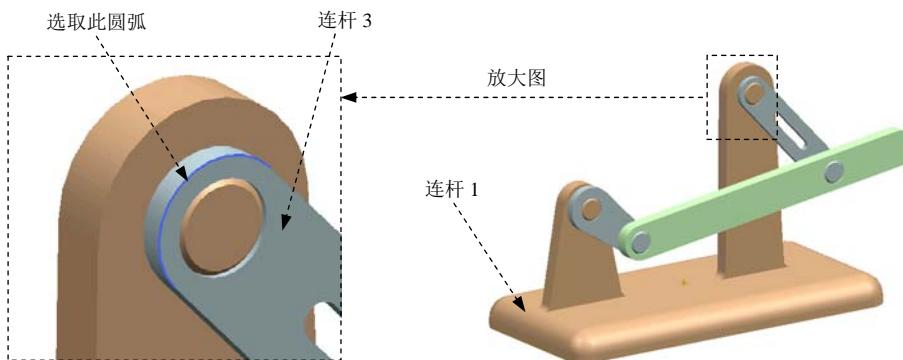

图 2.5.3 定义旋转副
- (1) 选择命令。选择下拉菜单 **插入(S)** → **运动副(I)...** 命令，系统弹出“运动副”对话框。
- (2) 定义运动副类型。在“运动副”对话框 **定义** 选项卡的 **类型** 下拉列表中选择 **旋转副** 选项。
- (3) 定义参考连杆。选取图 2.5.3 所示的连杆 3 为参考连杆。
- (4) 定义旋转轴原点。在“运动副”对话框 **操作** 区域的 **指定原点** 下拉列表中选取“圆弧中心” **○** 选项，在模型中选取图 2.5.3 所示的圆弧为原点参考。
- (5) 定义旋转轴矢量。在 **操作** 区域的 **方位类型** 下拉列表中选择 **矢量** 选项，在 **指定矢量** 下拉列表中选择 **zc** 为矢量。
- (6) 定义运动副名称。在 **名称** 文本框中采用默认的运动副名称“J003”。
- (7) 单击 **确定** 按钮，完成旋转副的创建。